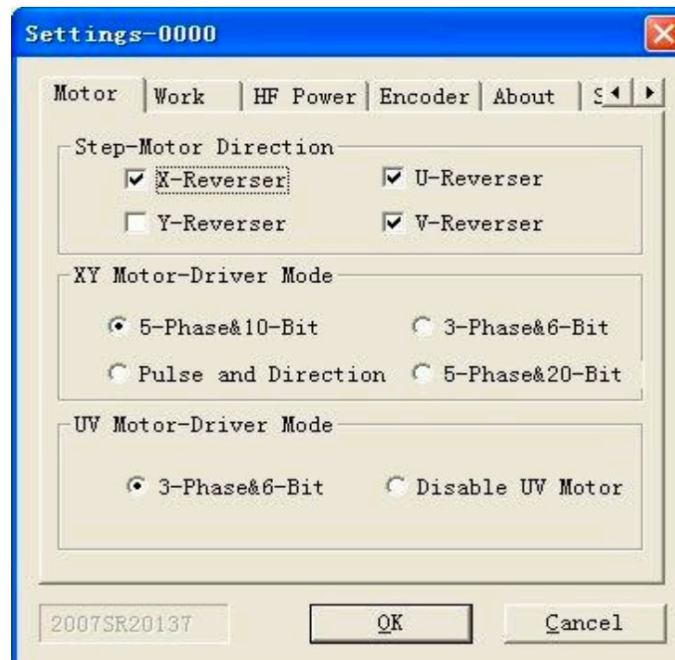

Рисунок 5.7 – Настройки двигателя
Страница настроек, представленный далее (Рисунок 5.7): включает в себя настройки перемещения, настройки обработки, настройки высокой частоты, настройки код, начальное изображение, информацию о системе и прочее.
- 1) Двигатель (Рисунок 5.7)